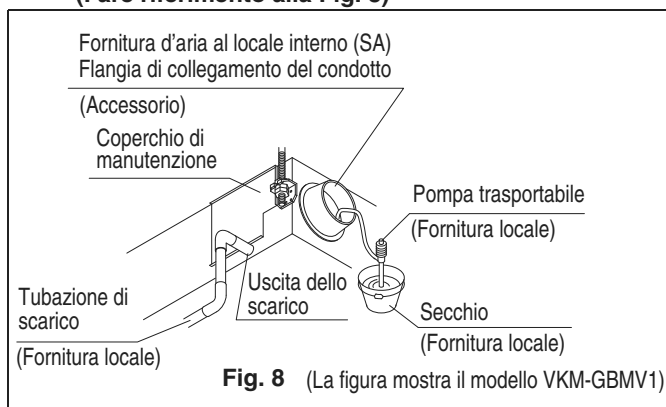

Fig. 8 (La figura mostra il modello VKM-GBMV1)
- Testare lo scarico versando circa 1.000 cc d'acqua nella vaschetta di scarico attraverso il foro per le ispezioni, rimuovendo prima il coperchio per la manutenzione (10 viti) oppure attraverso il giunto nel condotto di fornitura d'aria al locale interno (SA).
**(Fare riferimento alla Fig. 8)**